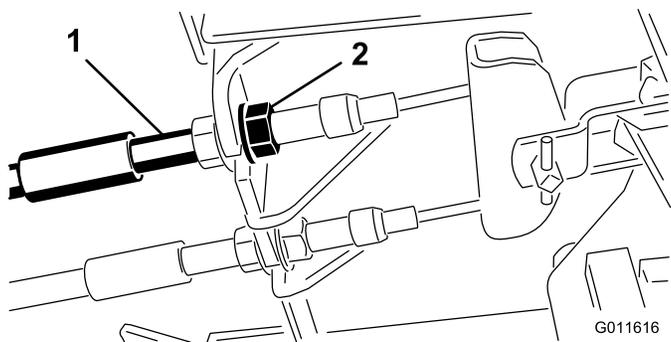

Figura 60
1. Para reducir la holgura de los pedales de freno, apriete los frenos aflojando la tuerca delantera del extremo roscado del cable de freno (Figura 60).